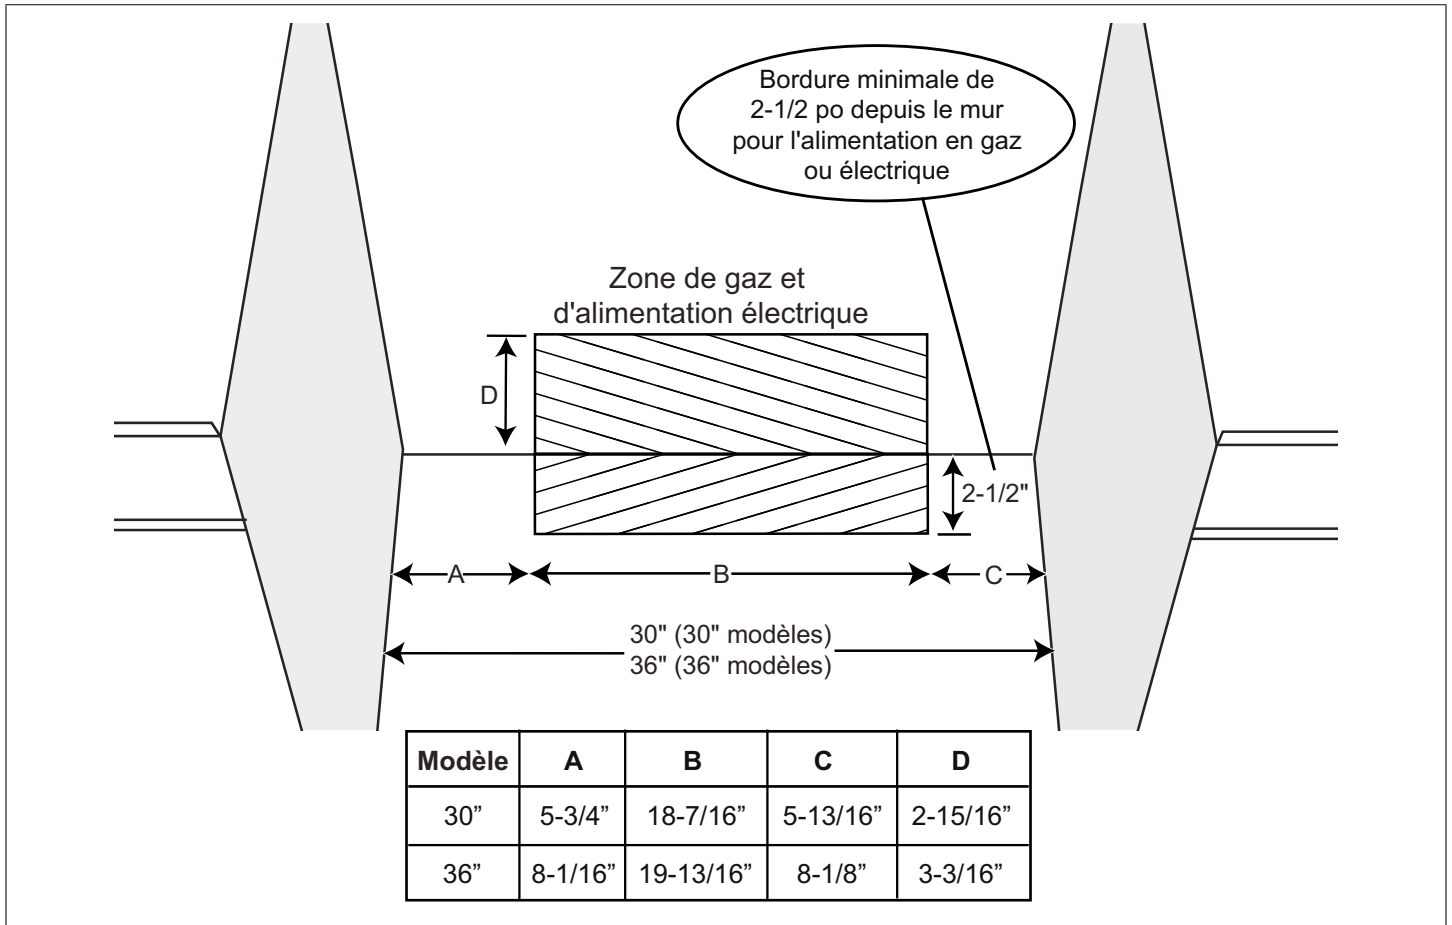

Figure 3a : Emplacement de l'alimentation électrique et en gaz pour les cuisinières à gaz de 30 et 36 po
3. Les entrées d'électricité et de gaz doivent se trouver dans les zones indiquées à la Figure 3a. Figure 3